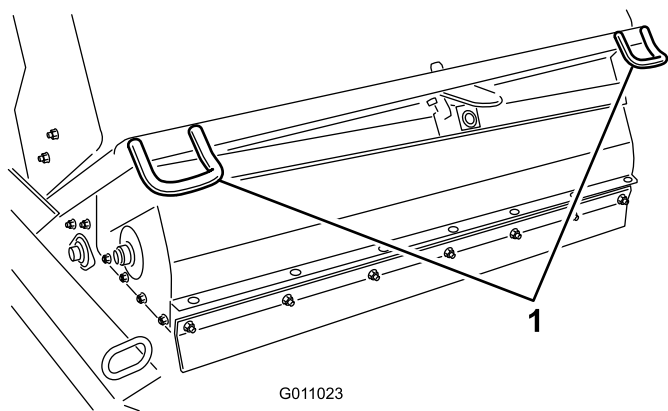
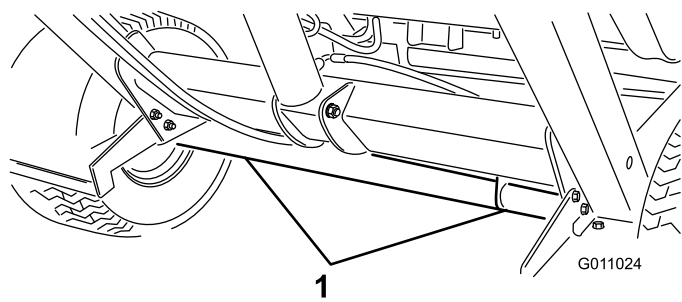

Figure 31
Figure 32
- Pour transporter la machine, utilisez les points d'attache pour fixer l'avant de la machine (Figure 31), et l'essieu (Figure 32) pour fixer l'arrière de la machine à la remorque.